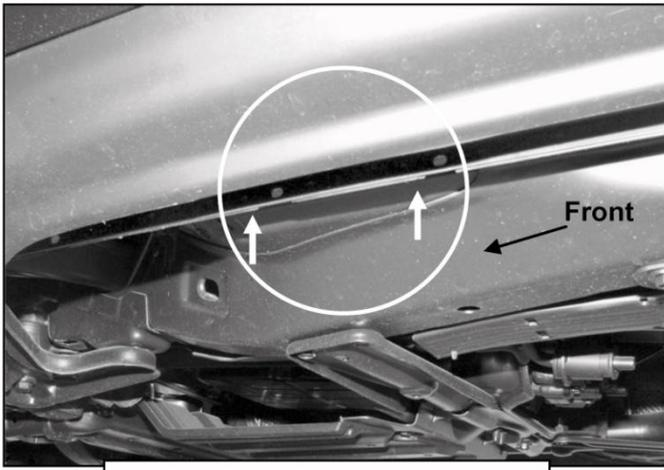
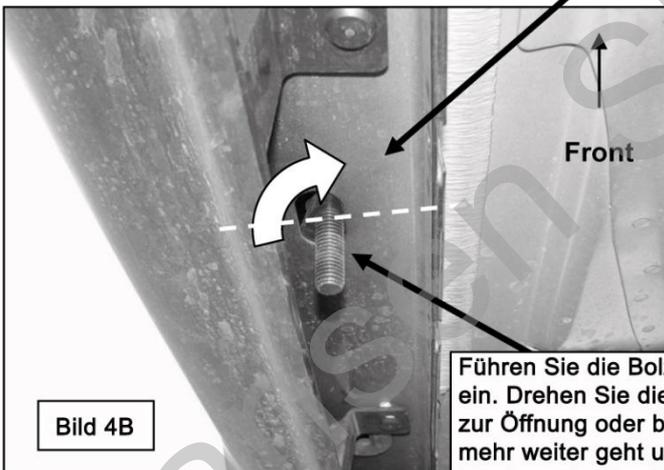

Bild 1 Abbildung der Fahrerseite vorne
Bild 4B
2. Beginnen Sie mit der Montage vorne auf der Beifahrerseite. Suchen Sie die drei Paar der 2 Originalbefestigungspunkte im Rahmen, **(Bild 1 & 2)**. Entfernen Sie den Gummistopfen der sich im ovalen Loch, direkt vor den beiden Löchern, im Schweller befindet, **(Bild 3)**. Nehmen Sie nun (1x) 12mm Bolzen-Platte und (1x) 12mm Kunststoffplatte, **(Bild 4A)**. Drehen Sie die Kunststoffplatte auf die Bolzen-Platte. **Achtung:** Die Kunststoffplatte hilft dabei, die Bolzen-Platte während der Montage des Halters in Position zu halten. Führen Sie die Bolzen-Platte in das Loch ein und drehen Sie diese dann um 90° zur Öffnung, **(Bild 4B & 5)**. Drehen Sie nun die Kunststoffplatte nach oben gegen das Blech.